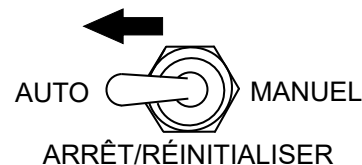

Figure 57. Interrupteur de démarrage/arrêt automatique (position automatique)
3. Placez l'**interrupteur de démarrage/arrêt automatique** (Figure 57) en position **AUTO**.